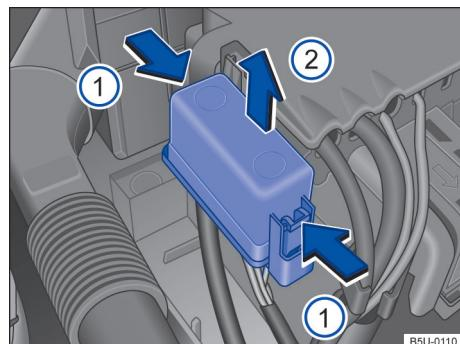

Fig. 118 No compartimento do motor: cobertura da caixa de fusíveis.
- Pressionar as travas no sentido da seta → **Fig. 118** ①, para destravar a cobertura da caixa de fusíveis.
- Remover a cobertura por cima, no sentido da seta ②.
- Para a **instalação**, colocar a cobertura sobre a caixa de fusíveis. Pressionar a cobertura para baixo, no sentido contrário da seta ②, até que trave de forma audível.